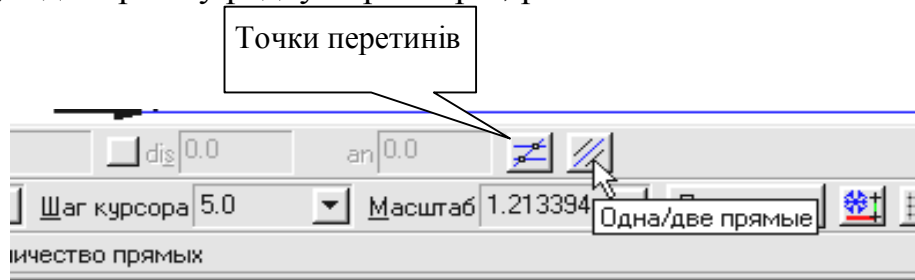

Рис. 44.
1. Активізуйте команду *Паралельна пряма* на *Панелі розширених команд побудови допоміжних прямих*, рис. 43. Увімкніть кнопки *Точки перетину* і дві прями у рядку параметрів, рис. 44.